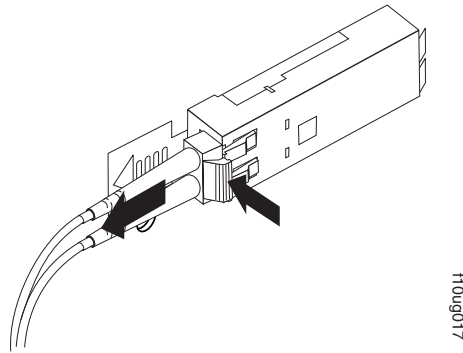

図 29. LC-LC ファイバー・チャネル・ケーブルの取り外し
2. 図 29 に示すように、コネクタを慎重に引っ張って、SFP モジュールからケーブルを取り外します。